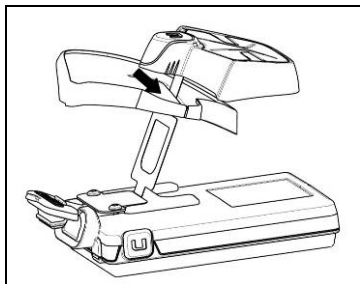

Fig. 4
- Indfør ESS-systemets FLEX-kabel i åbningen på den valgte adapter, ved at henvise til billedets indføringsretning (Fig. 4).